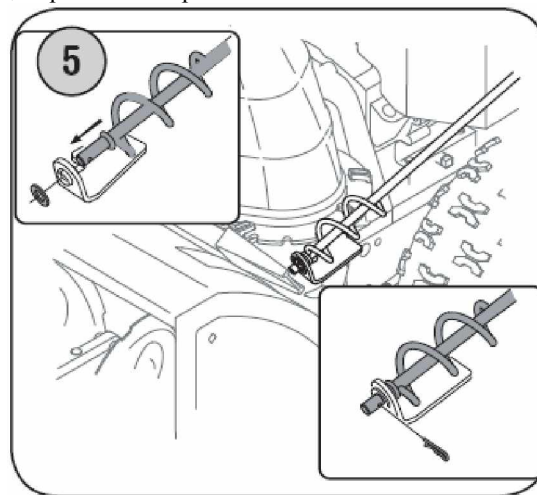

Рис. 5.
- b. Извлеките плоскую шайбу и шплинт из отверстия, расположенного на конце рычага поворота желоба. См. Рис. 5.